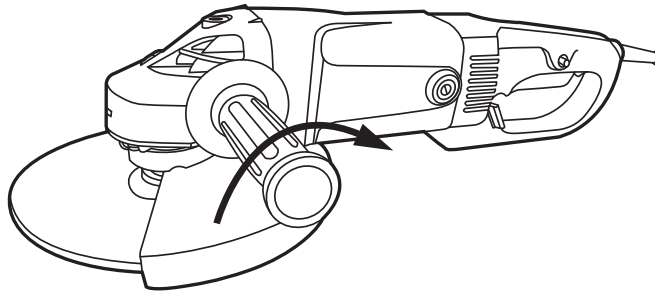

Abb.12
1. Drehen Sie den Zusatzhandgriff (6) je nach Anwendung rechts, links oder oben in den Anbringungspunkt (13) (Abb. 12).